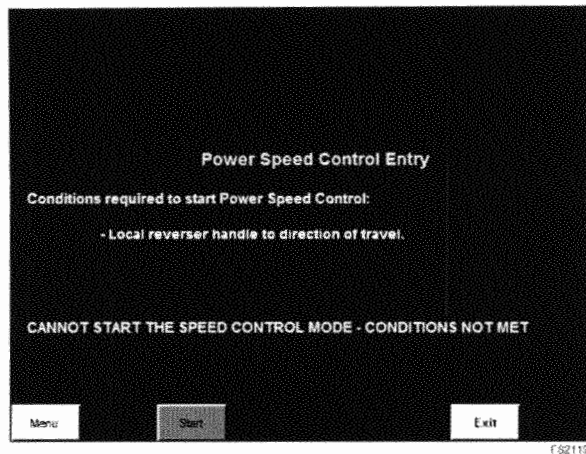

Figura 4-9. Condiciones para Iniciar el control de velocidad de potencia
7. Si no se cumple con las condiciones, como mover la manivela de reversa hacia Adelante o en Reversa, se resalta la condición que no se cumple en amarillo y aparece un mensaje indicando que no se cumplieron todas las condiciones de entrada. Consulte Figura 4-9. Corrija las condiciones hasta que la opción *START (INICIAR)* esté disponible.